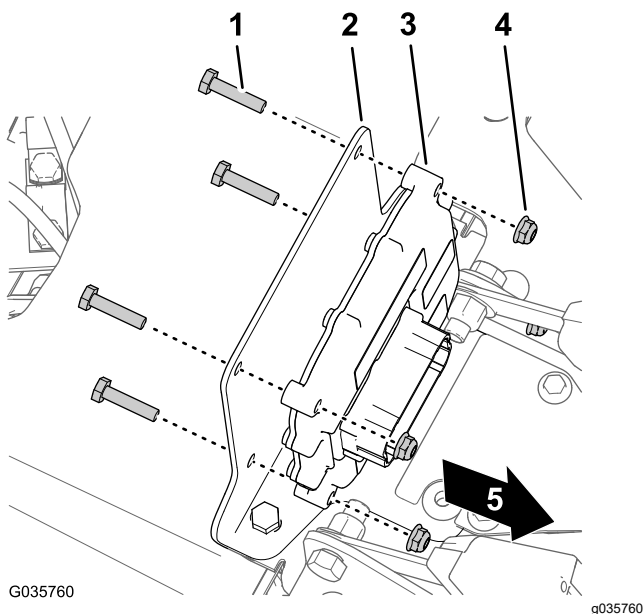

図 32
2. **2015 年以前の車両**— 運転席と助手席の間のシートベルトバックルの間にあるコンソールベースの打ち抜きプラグを打ち抜く (図 32)。
3. 電子コントローラをブラケットに固定する 図 32 ボルト $\frac{1}{4} \times 1\frac{1}{8}$ " 4本とロックナット $\frac{1}{4}$ " 4個を使用する。